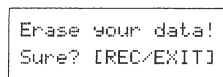
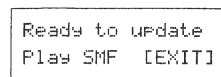

fig. 1
fig. 2
- 3) Press [REC] when the display in fig.1 appears. You can quit the version upgrade at this point, by pressing [EXIT]. Check that the display in fig. 2 appears.
- 3) fig. 1が表示されるので、[REC]を押す。ここで[EXIT]を押すと、バージョンアップをとりやめることができる。fig. 2が表示されていることを確かめる。